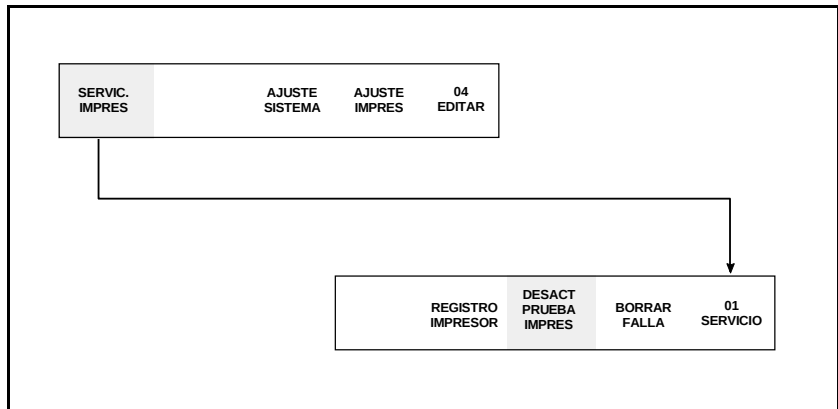

Figura 5-10. Acceso al Marco <01 SERVICIO>
1. Comience en el Marco <01 SERVICIO> o el Marco <02 SERVICIO>. Vea la Figura 5-10.